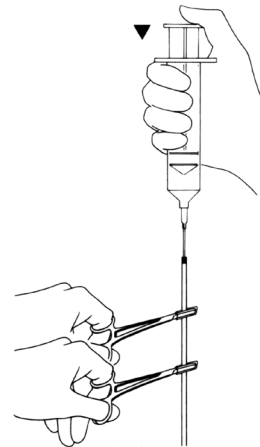

Figura 4-4e. Fechar o manguito
11. Com o ar e o fluido removidos e o manguito totalmente vazio, use duas pinças hemostáticas mosquito com cobertura em tubo para fechar duplamente a tubagem do manguito (um entalhe apenas) 3 cm abaixo da agulha e novamente 3 cm abaixo da primeira pinça hemostática. (**Figura 4-4e**)